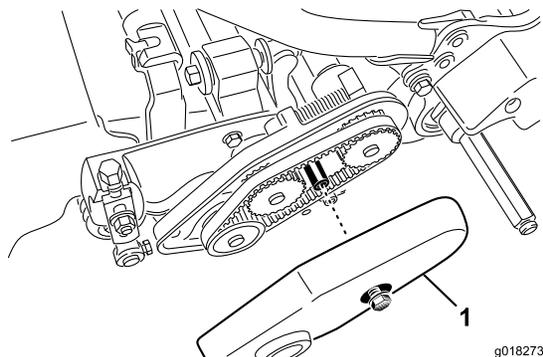

Figura 42
2. Allentate il bullone della flangia che fissa il copricinghia, e togliete il copricinghia per accedere alla cinghia (Figura 42).